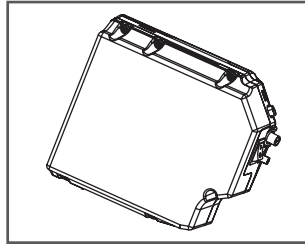

Abbildung 19
a. Lockern Sie die 6 Parkerschrauben innen im elektrischen Rollstuhl (d. h. die Rückseite des Akkugehäuses) und öffnen Sie die hintere Abdeckung, siehe Abbildung 19. Die Methoden sind links und rechts identisch.